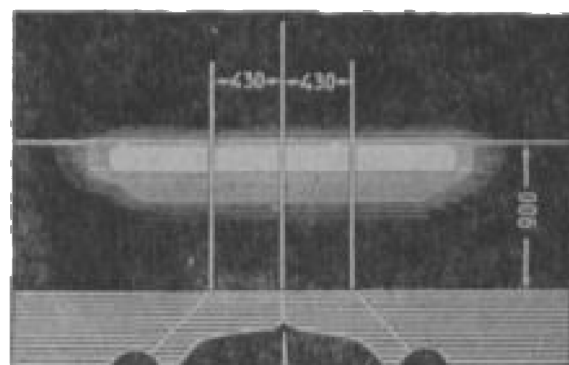

Рис. 8. Общее световое пятно от двух фар
5. Открыть правую фару и проверить положение общего светового пятна; оно должно расположиться так, как показано на рис. 8.